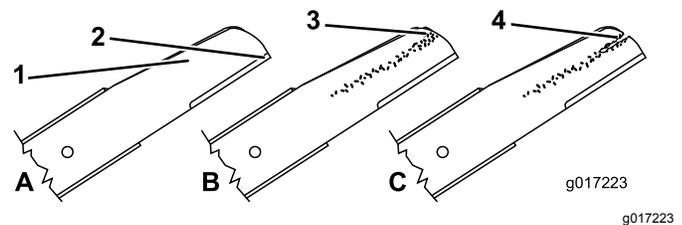

Figura 36
1. Inspeccione los filos de corte (Figura 36). Si los filos de corte no están afilados o tienen muescas, retire las cuchillas y haga que las afilen o cámbielas.
2. Inspeccione las cuchillas, especialmente la parte curva (Figura 36). Si observa cualquier daño o desgaste, o la formación de una ranura en esta zona, cambie las cuchillas inmediatamente por cuchillas nuevas.